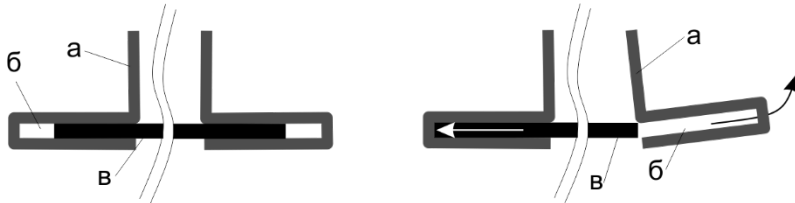

Рис. 4. Порядок извлечения поддона. а-держатель, б-паз держателя, в-поддон
5.12. Снять поддон (Рис. 4). Для извлечения поддона необходимо сдвинуть поддон (в) в сторону одного из держателей (а) до упора, другой держатель (а) слегка отвести в сторону (по направлению «от торца корпуса»). Извлечь поддон (в) из паза(б) держателя (а).